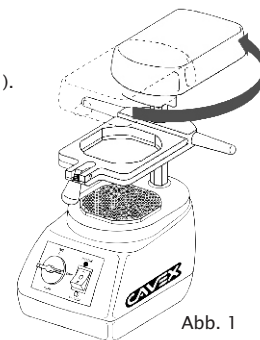

Abb. 1
1. Drehen Sie das Heizelement nach hinten und schalten Sie die Heizung ein (Abb. 1). Das Vorheizen dauert etwa 3 Minuten. Vorheizen ist nicht immer erforderlich, wird jedoch empfohlen, besonders für Platten mit einer Dicke von weniger als 1 mm.